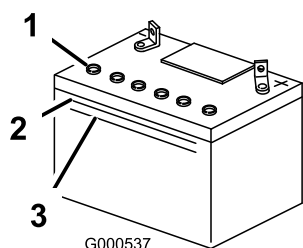

Figura 33
2. Guardate il fianco della batteria. L'elettrolito deve raggiungere la linea superiore (Figura 33). Non lasciate scendere l'elettrolito sotto la linea inferiore (Figura 33).
3. Togliete i tappi di spurgo dalla batteria (Figura 33).
4. Aggiungete lentamente acqua distillata in ogni elemento della batteria finché l'elettrolito non raggiunge la linea superiore (Figura 33) sulla cassetta della batteria.
superiore (Figura 33) sulla cassetta della batteria.